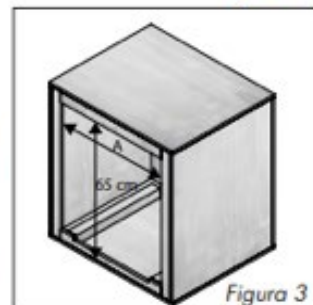
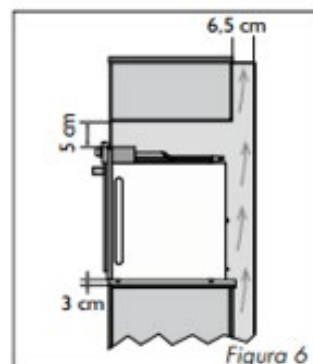

Figura 3
Figura 6
3. Instala un listón a cada lado de tal forma que quede un espacio entre ambos de acuerdo a la siguiente tabla (Ver figura 3).
4. En la parte superior del frente, instalar un listón de tal forma que quede una distancia de 65cm entre la cara inferior del listón y la base de la cavidad del (cajón) (Ver figura 3).
3. Garantice un espacio mínimo de 5,0 cm entre la tapa superior del horno y la pared superior del mueble. Igualmente se debe garantizar una distancia mínima de 6,5 cm entre el horno y la tapa posterior del mueble (Ver figura 6).
4. Después de haber realizado la cavidad de empotre, apoye el horno en 2 vigas cuadradas de 3 cm (Ver figura 6). Garantizando siempre que la medida de 60,5 cm indicada en la figura 3, se conserve libre.